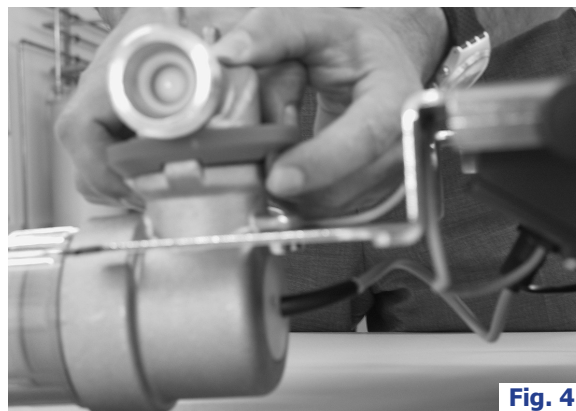

Fig. 4
D. Pour desserrer le bloc de raccordement, appuyer sur l'anneau d'arrêt des deux languettes et le tirer dans le sens de l'embout. (**fig. 4**).